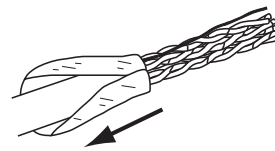

図2
2. 遮蔽用ホイルを傷つけないように折り返します。折り返した部分を約9.5mm残します。(図2・3参照)